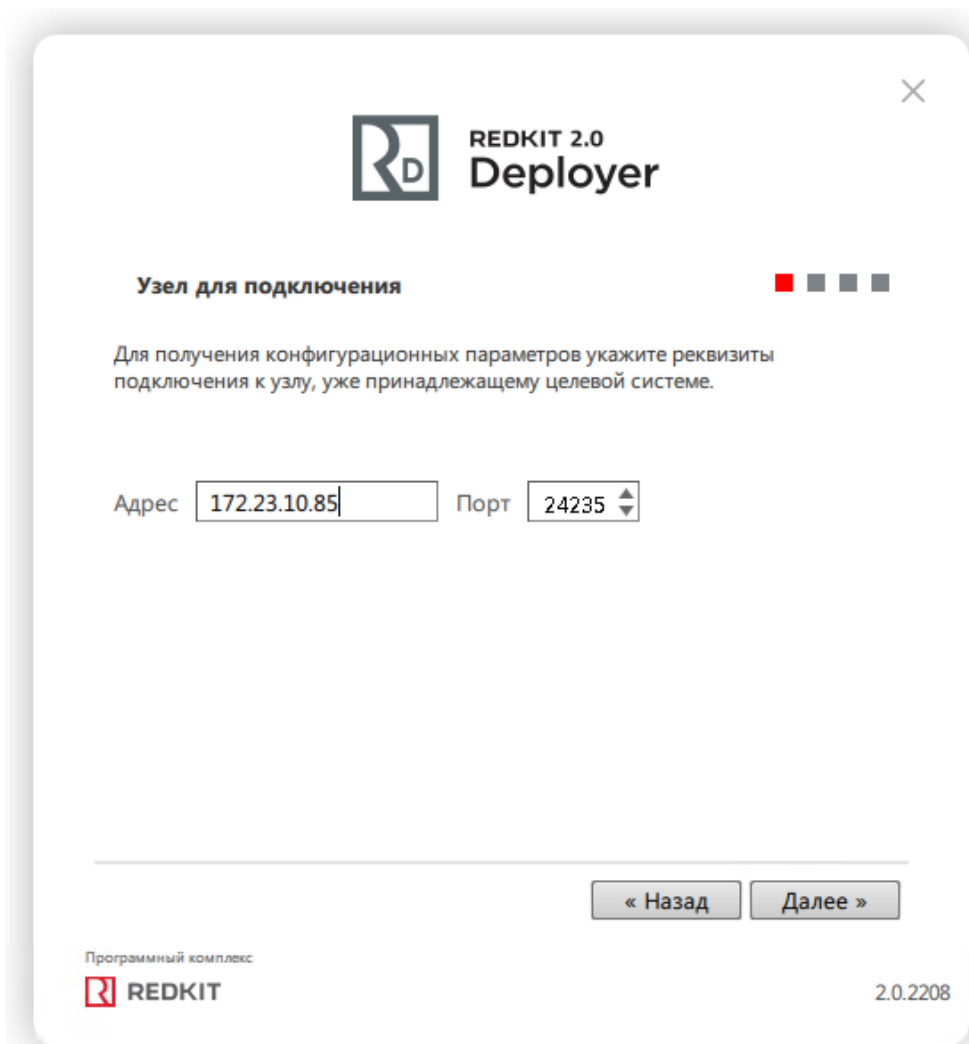

Рисунок 56 - Узел для подключения
4. Укажите IP-адрес и порт сервиса Кеерг основного сервера из п.5 раздела Первичное конфигурирование (если настройки основного сервера выполнены верно, то просто укажите IP-адрес основного сервера и оставьте порт по умолчанию) и нажмите **Далее** (Рисунок 56).